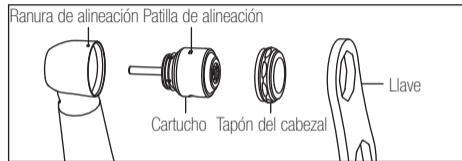

Fig. 9
- 5) Alinee la patilla de alineación e inserte el cartucho.(Fig. 9)
- 6) Gire la llave en el sentido de las agujas del reloj y monté el tapón del cabezal. (Fig. 9)